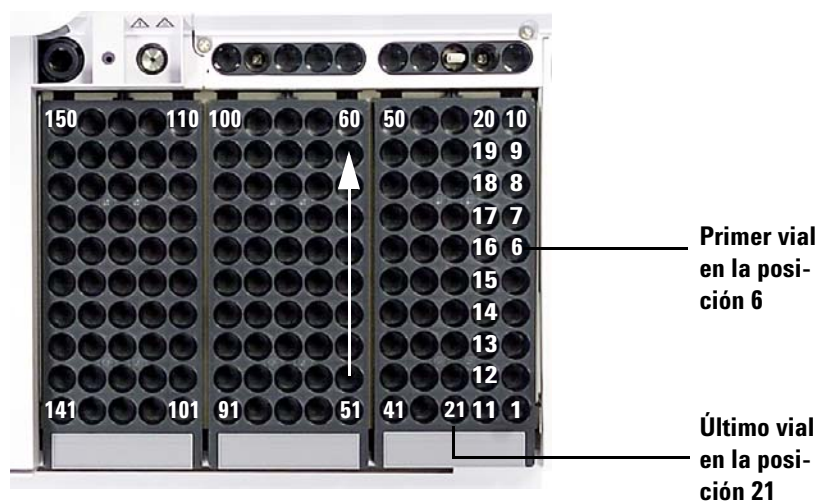

Figura 2 Posiciones de carga de la bandeja
- 2 Coloque hasta 150 muestras en las gradillas de tres viales, según la secuencia programada. La Figura 2 muestra la carga de la bandeja para una secuencia que utiliza las posiciones de la 6 a la 21 en la bandeja.